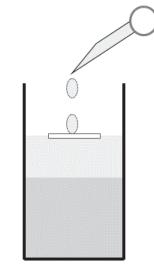

図1
- (1) 2つのコップの各々に100mLの真水を入れます。一方のコップには黄色のインク水溶液を加えて混ぜ、黄色の真水を作ります。他方のコップに食塩を加えてよく混ぜた後、青色のインク水溶液を加えて混ぜ、青色の食塩水を作ります。
- (2) ジャム瓶の半分まで(1)で作った青色の食塩水を入れ、発泡ポリスチレン薄板を浮かべます。
- (3) 水面に浮いている発泡ポリスチレン薄板の上に、(1)で作った黄色の真水をスポイトでたらして、ジャム瓶の口まで入れます（図1）。
- (4) 発泡ポリスチレン薄板を取り出した後、空気が残らないよう気を付けて、ふたを固く閉め、黄色の真水が青色の食塩水の上になっていることを観察します。